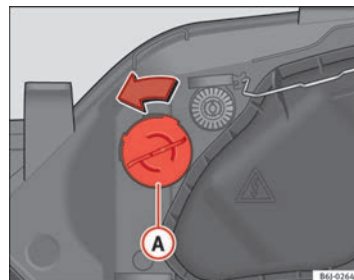

Fig. 165 Luz intermitente
- Gire el portalámparas ⇒ fig. 165 Ⓐ a la izquierda y tirar.